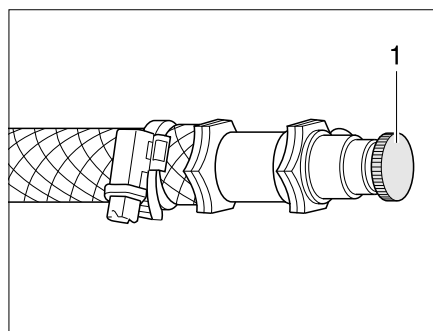

Bild 173 Entlüftungsventil Warmwasser-Heizung
- Das Entlüftungsventil (Bild 173,1) öffnen und geöffnet lassen, bis keine Luft mehr austritt.